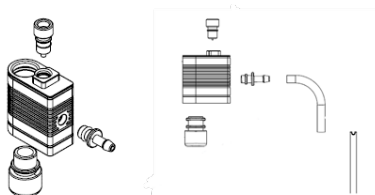

Abb. 5
Montieren Sie die Teile des Milchsystems (6) (Abb. 5)